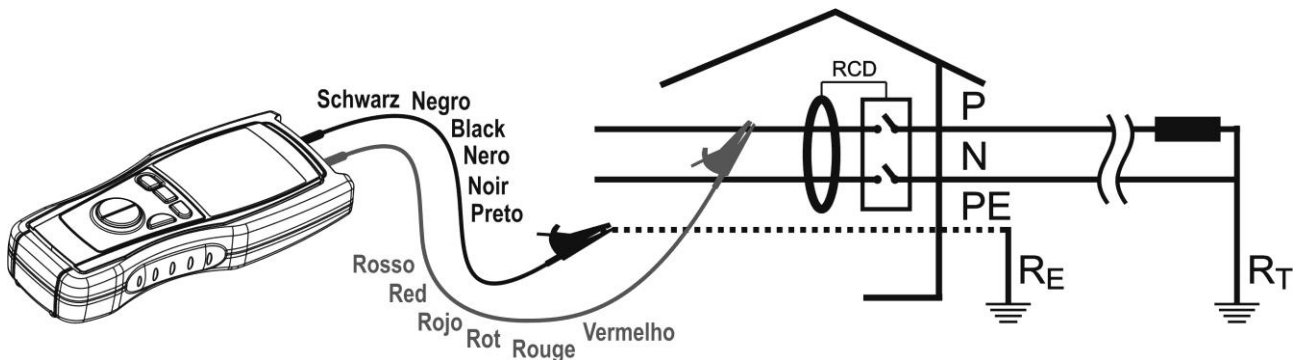

Fig. 8: Ligação dos terminais do instrumento em testes de  $M\Omega$
6. Ligar os terminais do instrumento às extremidades dos condutores dos quais se pretende medir o isolamento recíproco (ver Fig. 8).